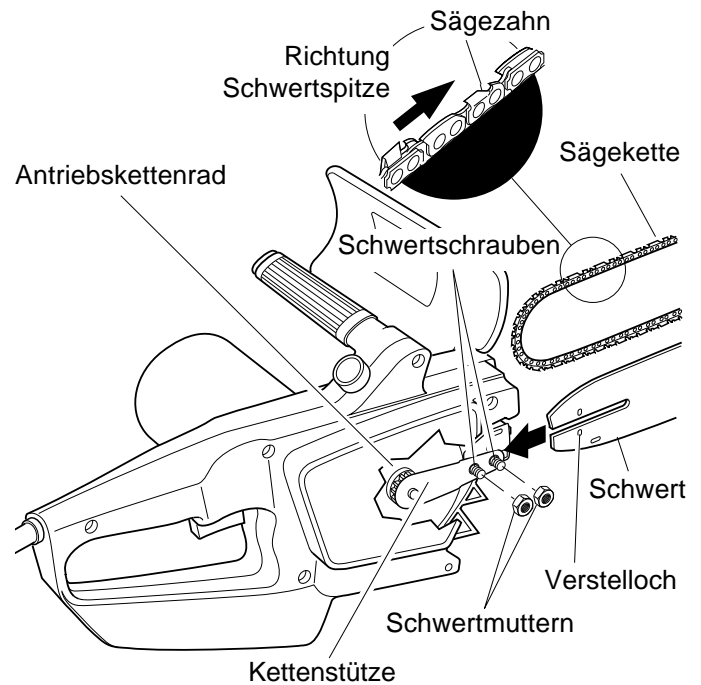

Abb.3 - Anbringen von Schwert, Kette und Handschutz
2. Schwertmutter von den Schwertschrauben entfernen (siehe Abb.3).
6. Kette um das Antriebskettenrad, dann entlang der oberen Führungsrille des Schwertes und um die Schwertspitze führen. **Hinweis:** Darauf achten, daß die Sägezähne der Kette in die richtige Richtung weisen. Die Kette so aufziehen, daß die Sägezähne an der Oberseite des Schwertes zur Schwertspitze hin weisen (siehe Abb. 3).
1. Vor dem Einstellen der Kettenspannung davon überzeugen, daß die Schwertmutter nur mit den Fingern angezogen wurden (siehe Abb.3, S.7). Außerdem darauf achten, daß die Verstellmutter im ovalen Verstellloch des Schwertes sitzt (siehe Abb.3 und 4, S.7).